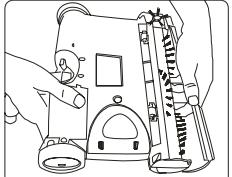

Fig. 8
4. Retirez périodiquement le couvercle de la brosse du devant de la balayeuse sans fil et éliminez toute accumulation de peluche, cheveux ou fibres de la brosse rotative. Pour retirer le couvercle, agrippez-le par le bas, tirez-le vers l'extérieur et vers le haut, jusqu'à ce qu'il se dégage des fentes latérales et des onglets situés sur le dessus de la balayeuse (Fig. 8).